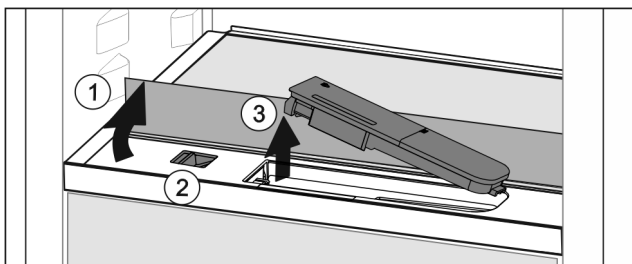

Fig. 150
- ▶ Ridicați placa de sticlă și rabatați în spate până la opritor Fig. 150 (1).
- ▶ Împingeți zăvorul Fig. 150 (2) spre stânga.
- ▶ Scoaterea rezervorului de apă Fig. 150 (3).